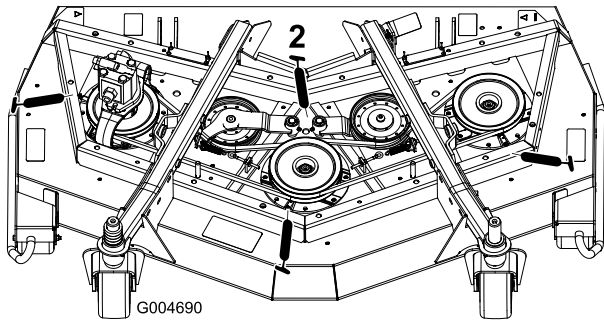

Figura 41
- Cuscinetti (3) dell'asse del perno (situati sotto la puleggia) (Figura 41)
- Boccole del perno del braccio di rinvio (Figura 41)